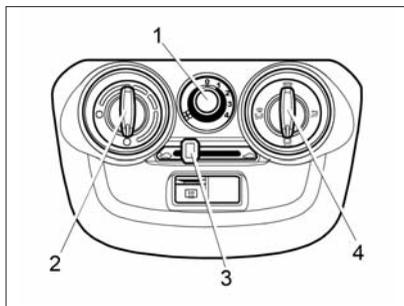
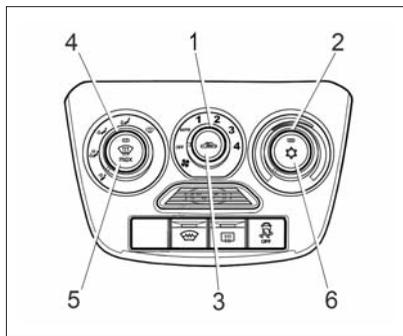

Рис. 41. Блок управления системой вентиляции и отопления
Рис. 43. Блок управления климатической системой (в вариантном исполнении)
Отопительно-вентиляционная установка автомобиля предназначена для создания в салоне комфортной температуры воздуха, значение которой регулируется блоком управления системой вентиляции и отопления (рис. 41). Однако она не может обеспечить в салоне температуру ниже, чем имеет наружный воздух.
– **рукоятку 2** (см. рис. 41) повернуть по часовой стрелке в крайнее правое положение до упора (синяя точка на блоке управления), а **в варианном исполнении (см. рис. 43)** повернуть против часовой стрелки в крайнее левое положение синей зоны;
– **рукоятку 1** (см. рис. 41) переключателя режимов работы элек-
- **рукоятку 2** (см. рис. 41) повернуть против часовой стрелки в крайнее левое положение до упора (красная точка на блоке управления), а **в варианном исполнении (см. рис. 43)** повернуть по часовой стрелке в крайнее правое положение красной зоны;
- **рукоятку 1** (см. рис. 41) переключателя режимов работы вентилятора поставить на скорость в зависимости от степени запотевания стекол.
- **рукоятку 4** (см. рис. 41) установить в положение ;
– **рукоятку 1** (см. рис. 41) переключателя режимов работы вентилятора отопителя поставить на максимальную скорость подачи воздуха в салон.
- **рукоятку 2** (см. рис. 41) повернуть против часовой стрелки в крайнее левое положение до упора (красная точка на блоке управления), а **в варианном исполнении (см. рис. 43)** по часовой стрелке в крайнее правое положение красной зоны;
исполнении (см. рис. 43) режим рециркуляции включается и выключается **кнопкой 3**.
После мойки автомобиля в холодное время года при температуре окружающего воздуха ниже 0°C рекомендуется включать вентилятор системы вентиляции и отопления салона переключателем 1 (см. рис. 41 и 43) на 3-4 скорость на время около 2-3 минут.
В варианном исполнении автомобиль комплектуется климатической установкой (рис. 43). Кли-
Несмотря на то, что внешний вид и расположение органов управления климатической установкой отличаются от органов управления системой вентиляции и отопления (см. рис. 41), логика и алгоритмы управления, описанные выше для системы вентиляции и отопления, верны и для климатической установки. Кроме того, климатическая система позволяет обеспечивать охлаждение воздуха, подаваемого в салон автомобиля, автоматический режим поддержания заданной температуры воздуха в салоне и автоматический режим очистки ветрового стекла.
2. Включите вентилятор, установив **рукоятку 1** (рис. 43) в одно из положений «1», «2», «3», «4» или «AUTO».
4. Включите максимальную скорость вентилятора климатической установки, установив **рукоятку 1** (см. рис. 43) в положение «4».
С помощью **рукоятки 2** (см. рис. 43) можно установить желаемую температуру воздуха в салоне. Климатическая система будет автоматически поддерживать установленную температуру воздуха в салоне в пределах производительности климатической установки и установленного допуска. Для наиболее эффективной работы в автоматическом режиме поддержания заданной температуры **рукоятка 1** управления вентилятором климатической системы должна быть включена в положение «АUTO» (для автоматического управления скоростью подачи воздуха).
При повторном нажатии **кнопки 5** (см. рис. 43) с символом  автоматический режим очистки ветрового стекла выключится и климатическая система вернется в исходное состояние.